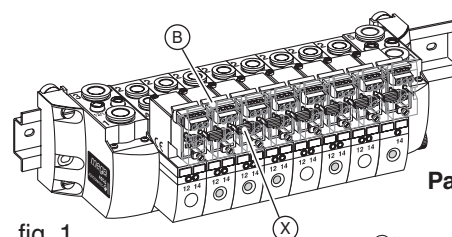

fig. 1
- **connecteurs IP20** (fig. 1) avec Led et protection électrique intégrées, à bornier à vis prévu pour montage en armoire ou en coffret. Système à connectique partiellement intégrée puisque le commun électrique de tous les pilotes de l'îlot peut être directement établi par les cavaliers de liaison (X)